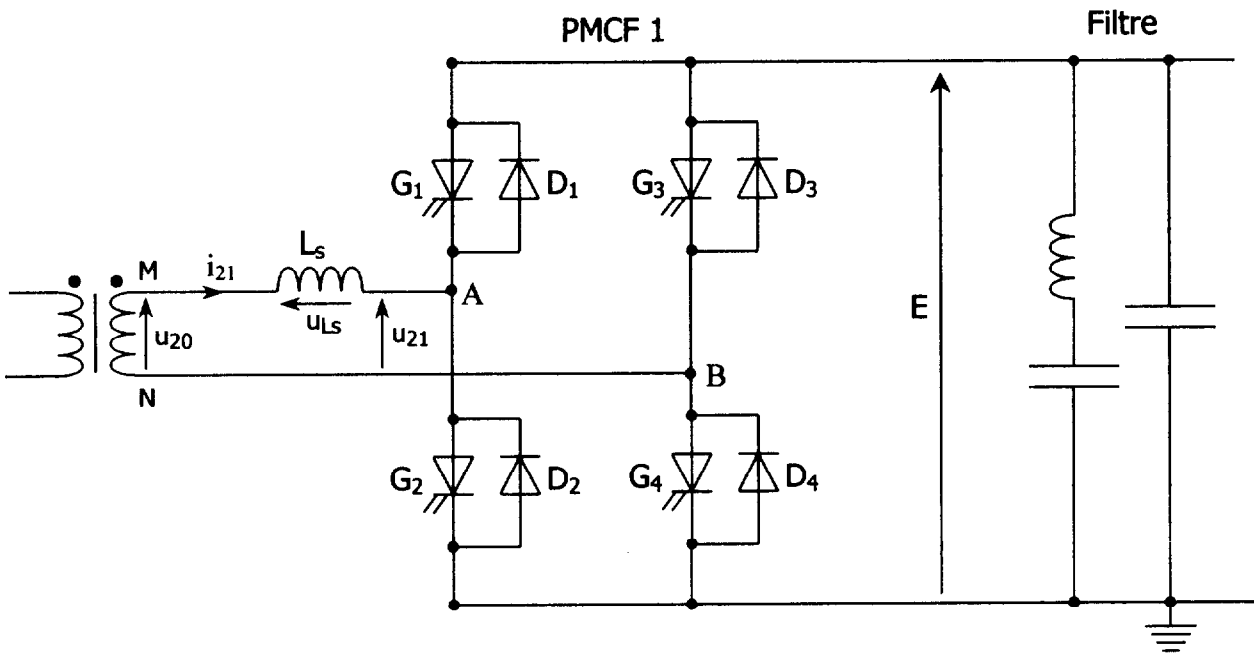

Figure 3
Étude du Pont Monophasé à Commutation Forcée (PMCF), alimentation 25 kV 50Hz (figure 3).
- B1.1-** Quelles sont les valeurs de v_A , potentiel au point A (figure 3) lorsque :
- B2.1-** Quelles sont les valeurs de v_B , potentiel au point B (figure 3) lorsque :
- i_{r2} pour le fondamental de i_{21} (figure 3)
- u_{r2} pour le fondamental de u_{21} (figure 3)
-B5.1- Écrire les expressions des puissances active P et réactive Q fournies par la source de bornes M N (figure 3).